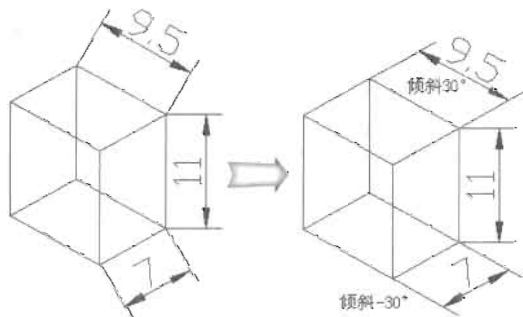

图 10-107
- (1) 默认(H): 移动尺寸文本到默认位置。
- (2) 新建(N): 选择该选项将弹出“文字格式”工具栏。用户可使用该工具栏输入新的尺寸文本，然后单击“确定”按钮关闭工具栏。
- (3) 旋转(R): 旋转尺寸文本。
- (4) 倾斜(O): 调整长度型尺寸标注的尺寸界线的倾斜角度，在绘制轴测图时经常会用到该命令，如图 10-107 所示。